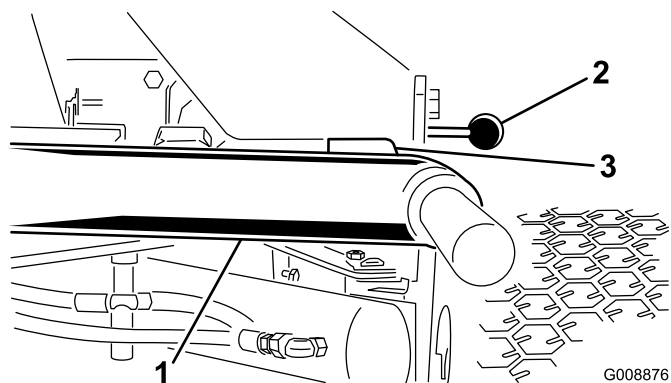

Figura 10
- Avviate il motore, sollevate gli apparati di taglio e verificate che il gioco tra ogni braccio di sollevamento e la staffa della piastra di appoggio sia di 5-8 mm (Figura 10).